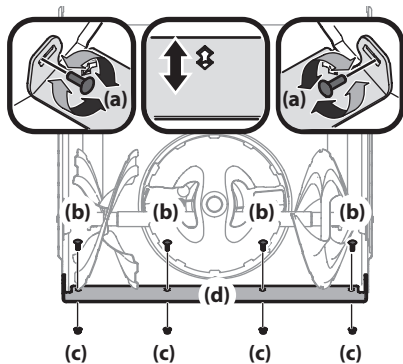

Figura 2-55
3. Afloje los pernos posteriores de las zapatas antideslizantes (a) a ambos lados de la caja del equipo y extraiga los pernos de carro (b) y las tuercas hexagonales (c) que sujetan la placa de raspado (d) a la caja de la barrena. Vea la Figura 2-55.
4. Regule la placa de raspada en una de las 2 posiciones de montaje. Vuelva a instalar y apriete bien los pernos de carro (a) y tuercas hexagonales (c). Consulte la Figura 2-55.